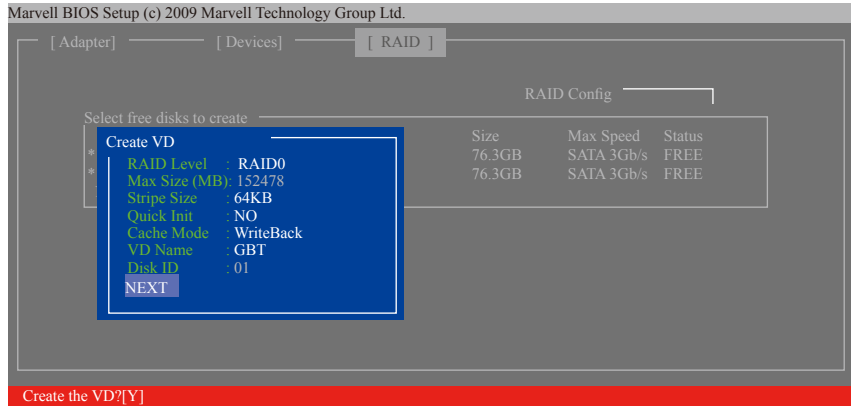

图8
6. NEXT: 完成以上设定请至「NEXT」项目按<Enter>键。当确认信息出现时，确定制作磁盘阵列请按<Y>，取消请按<N> (图8)。